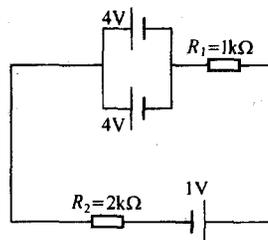

图 1.8 电路分析图
4. 电路如图 1.8 所示，①标出回路电流方向；②通过电阻  $R_1$  的电流为\_\_\_\_\_。